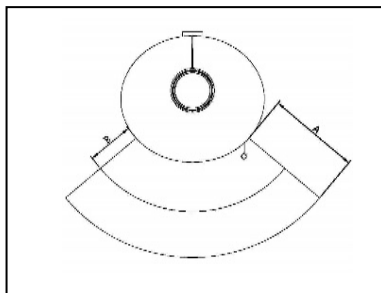

Fig. 2
Per gli elementi costruttivi, i mobili e i tessuti di arredamento infiammabili situati nella zona di irraggiamento della stufa è necessario rispettare una distanza minima di **150 cm (A)**, misurati dal bordo anteriore dell'apertura del focolare. La distanza di sicurezza si riduce a **75 cm (B)** qualora di fronte all'elemento sia installata una protezione areata (v. fig. 2).